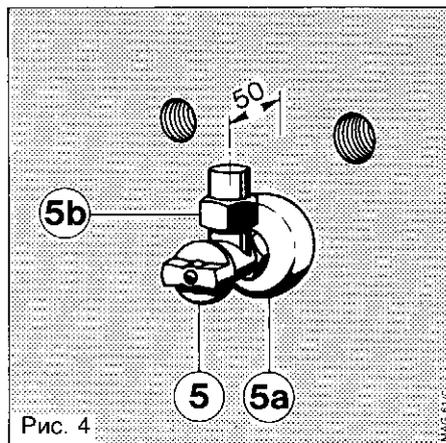
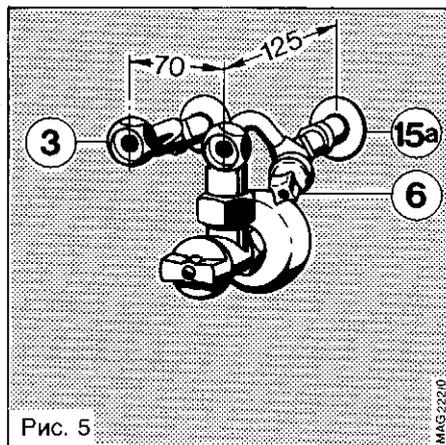

Рис. 4
Рис. 5
### 5.3 Установка газового запорного крана (Рис. 4) и подключение водопровода (Рис. 5)
### Подсоединение водопроводов (Рис. 5)
- Вывернуть гайку (рис. 4, поз. 5b) из газового запорного крана и плотно вернуть её в патрубок аппарата.